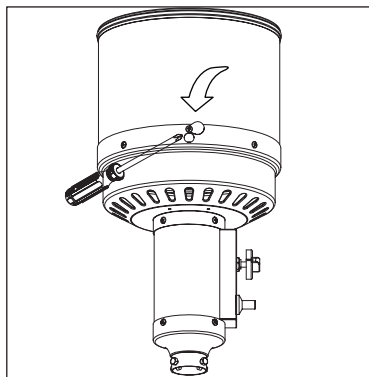

Figure 1
1. Tourner le bouton de contrôle à la position "ARRÊT" (O).
3. Ouvrir trou d'observation par couvercle coulissant de chaque côté (Figure 1).